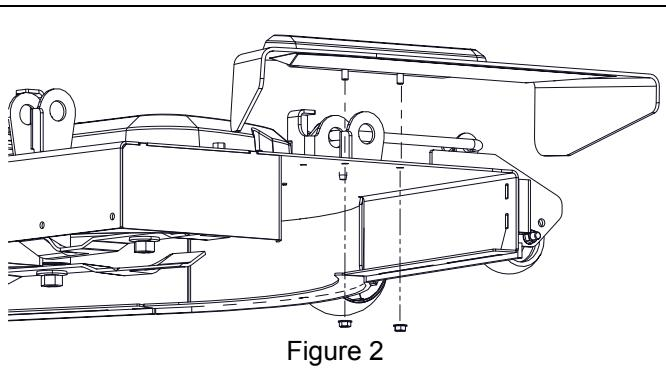

Figure 2
- Déposer les deux écrous à embase à verrou supérieur de 5/16" qui fixent la goulotte d'éjection et retirer la goulotte d'éjection. Conserver toutes les pièces pour travailler sans le kit à paillis. Voir Figure 2.